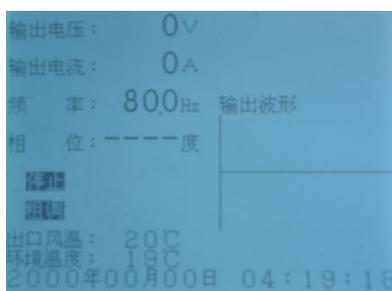

图 24 变频电源装置停止后显示
7.4.5 在按动“停止”按钮后，变频电源装置先跳开回路开关，切断高压回路电源。5 秒钟后，停止风扇电源。在此过程中，变频电源装置内部储存的电荷得到释放见图 24。